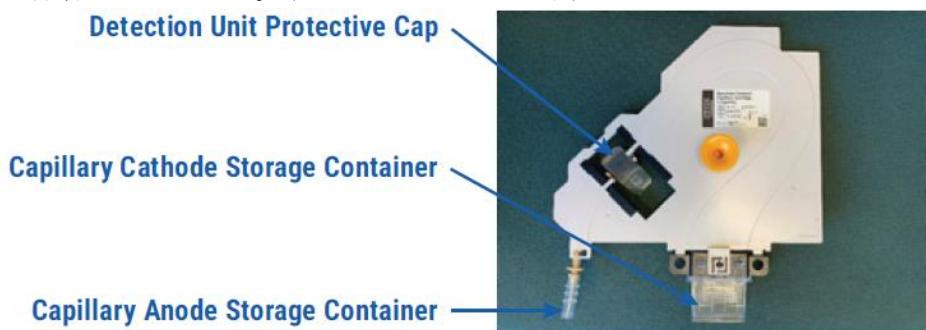
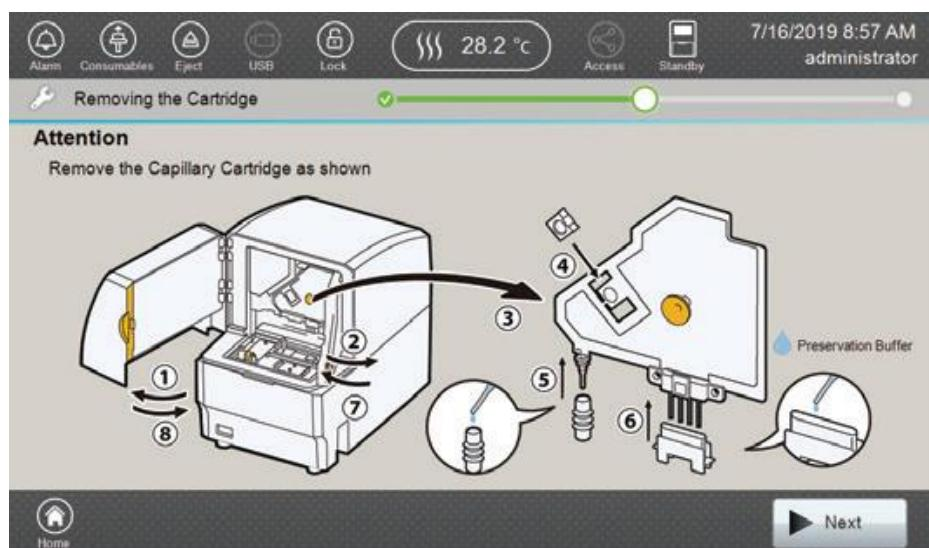
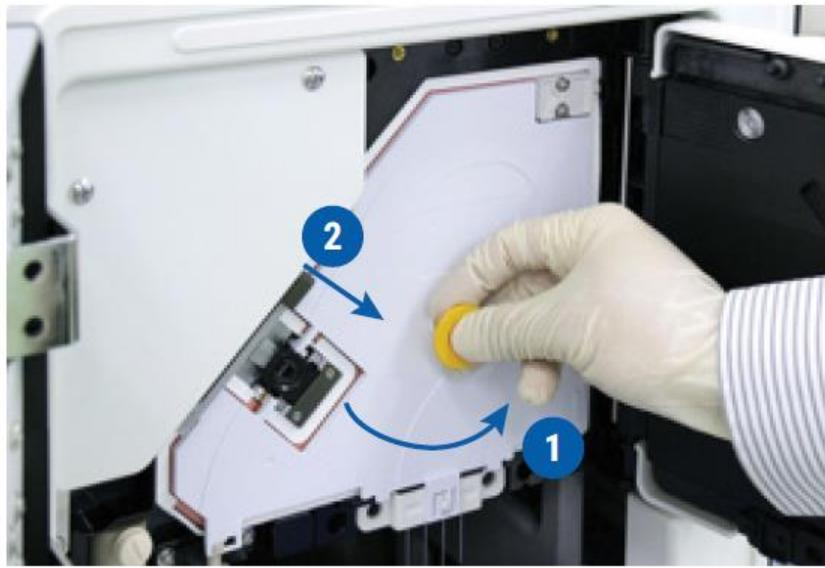

図 35 キャピラリーカートリッジの保護カバー
図 40 Removing the Cartridge 画面
図 41 キャピラリーカートリッジの取り外し
7. キャピラリーカートリッジの検出ユニット、アノード、カソードに取り付けた保護用のカバー（図 35）を取り外してください。取り付けたキャピラリーカートリッジを後日装置から外して保管する場合は、これらの保護カバーを保管してください。（セクション 3.3 を参照）
4. **Next** のボタンを押すと Autosampler is moving という警告画面が表示されます。またステータスインジケーターが緑の点滅中は、Do Not open door と表示されます。Removing the Cartridge の画面（図 40）が表示されるとステータスインジケーターが緑の点灯に戻ります。
5. Removing the Cartridge 画面（図 40）が表示されたら、装置のドアを開けてください。
8. キャピラリーカートリッジ（図 41）の中央にある黄色のノブを持ってください。図 40 のステップ 3 に示されるように、始めにキャピラリーカートリッジの下の部分を上げながら手前にずらし、続いてキャピラリーカートリッジを上にずらして外してください。
9. 図 40 のステップ 4 に表示されているように、検出ユニットに保護カバーを取り付けてください。
10. キャピラリーカートリッジのアノード側の保護カバー（図 35）を 400ul の Preservation Buffer で満たし、図 40 のステップ 5 のとおりキャピラリーカートリッジに取り付けてください。
11. キャピラリーカートリッジのカソード側の保護カバー（図 35）を 4ml の Preservation Buffer で満たし、図 40 のステップ 6 のとおりキャピラリーカートリッジに取り付けてください。
13. オープンユニットのドアと装置のフロントドアを閉じてください。オートサンプラーがホームポジションに移動中は、ステータスインジケーターがオレンジの点滅となり、ホームポジションへの移動が完了すると緑の点灯に変わります。Removing the Cartridge 画面（図 40）の **Next** のボタンを押し、続いて表示される Uninstall Completed 画面の **Finish** のボタンを押してください。